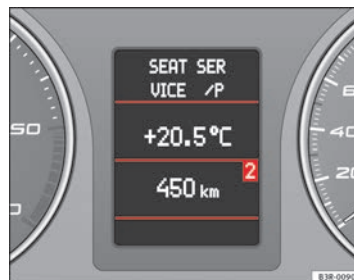

Fig. 65 Sistema di informazione per il conducente
- Premendo più volte il tasto **MODE** **B**, è possibile visualizzare in successione le diverse funzioni sul display del sistema di informazione del conducente ⇒ fig. 65.